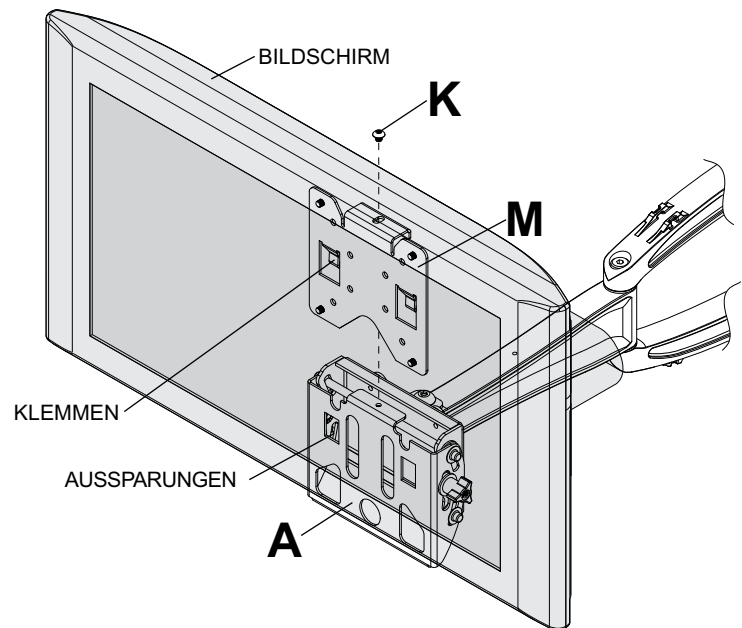

Abbildung 3.3
- 3** Zur Befestigung des Bildschirms am Wandhalter (**A**) senken die Hakenhalterung (**M**) in die Aussparungen des Wandhalters ab. Nachdem die Klemmen eingerastet sind, drücken Sie sie nach unten, um sie in die Aussparungen einzupassen. Setzen Sie die M5 Kreuzschlitzschraube (**K**) ein und ziehen Sie sie fest, um den Bildschirm wie in Abbildung 3.3 dargestellt am Wandhalter zu befestigen.